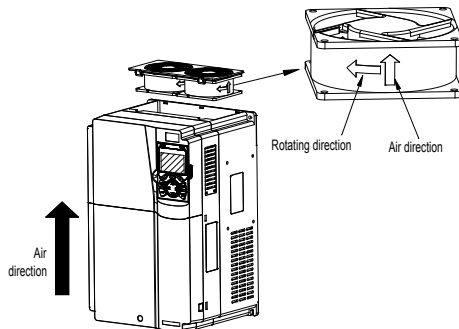
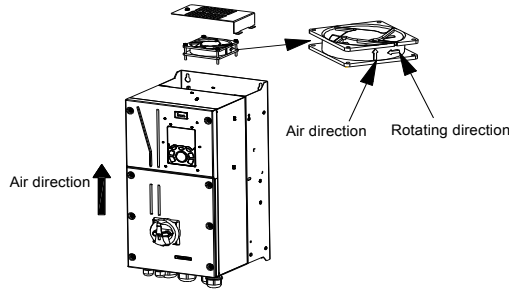

Abbildung 8-1 Wartung der Gebläseeinheit für Standardmodelle 7R5G3 und höher
Abbildung 8-2 Wartung der Gebläseeinheit für SP-Modelle 7R5G3 und höher
- 5) Bauen Sie in umgekehrter Reihenfolge neue Lüfter in die Gebläseeinheit ein. Bauen Sie den VFD zusammen. Stellen Sie sicher, dass die Lüfrichtung der Gebläseeinheit mit der des VFD übereinstimmt, wie in Abbildung 8-1 und Abbildung 8-2 gezeigt.